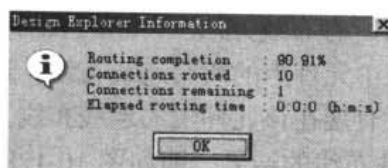

图 10-130 信息报告框
**Stop:** 终止自动布线。执行该命令后，将中断自动布线，并弹出 Design Explorer Information 信息报告框，如图 10-130 所示，提示已经完成的布线，同时也保留所有已经完成的布线。